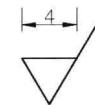

图 6-1-3
(3) 单击“直线”按钮 L ，捕捉并单击 C 点，输入“@4, 0”，按两次 Enter 键，绘制一条直线，如图 6-1-3 所示。绘制完成的符号中的三角形是等边三角形。